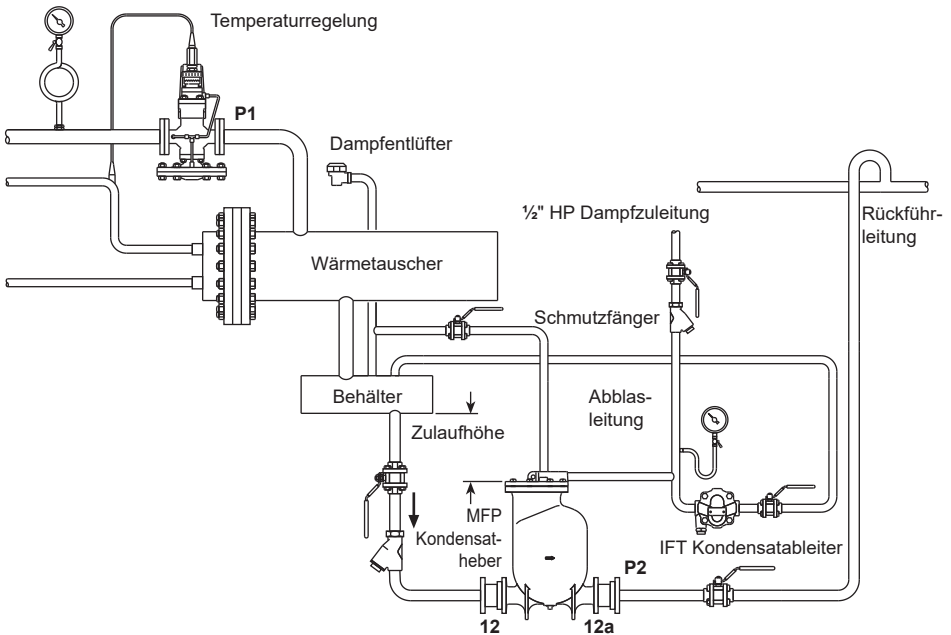

Abb. 6
1. Den Kondensatheber unter der zu entleerenden Anlage installieren. Der Abblasanschluss muss vertikal nach oben weisen. Der Kondensatheber sollte mit der empfohlenen Zulaufhöhe installiert werden (der vertikale Abstand zwischen der Oberkante des Kondensathebers und dem Boden des Behälters/Kondensatsammlers), siehe Abschnitt 3.2 und Abb. 6 und 7. Andere Zulaufhöhen finden sich in der separaten Kapazitätstabelle.
2. Um zu verhindern, dass die Anlage während des Entleerungshubs des Kondensathebers geflutet wird, sollte eine entlüftete Kondensatsammler- oder Behälterleitung in einer horizontalen Ebene vor dem Kondensatheber installiert werden, wie in Abb. 6 dargestellt. Die geeignete Größe des Kondensatsammlers/Behälters ist den Tabellen 1 und 2 auf den Seiten 20 und 21 zu entnehmen. Alle Einlassarmaturen müssen vollen Durchgang aufweisen.
3. Die Rückschlagventile (12) und (12a) am Kondensatheber anschließen und sicherstellen, dass der Durchfluss durch die Ventile in der korrekten Richtung erfolgt. Um optimale Leistung zu gewährleisten, sollte die horizontale Leitungsstrecke unmittelbar vor dem Rückschlagventil am Eintritt und hinter dem Rückschlagventil am Austritt auf ein Minimum beschränkt werden. Den Austritt mit der Rückföhrhauptleitung oder einem anderen Rückföhrpunkt verbinden.